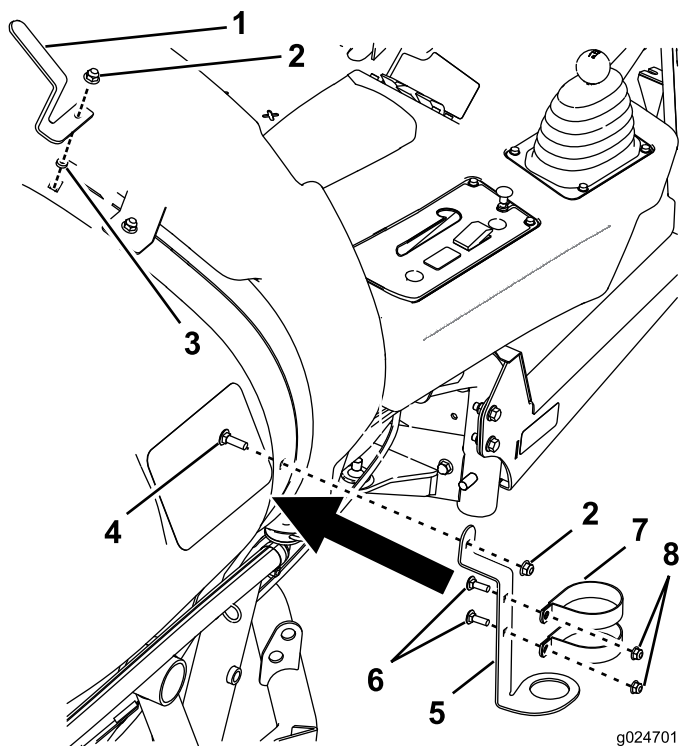

Figura 3
3. Instale o suporte da pistola de pulverização e montagem da caixa (Figura 3).